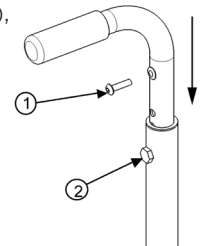

Abb. 13
- Entfernen Sie die Schraube (1) (Abb.13), die das Rückenpolster hält.
- Ziehen Sie das Rückenpolster nach unten bis Sie Schraube (2) sehen, die den Schiebegriff hält.
- Entfernen Sie Schraube (2) und dann den Schiebegriff.
- Legen Sie Schraube (2) erneut ein und ziehen Sie diese fest an.
- Installieren Sie das Rückenpolster und befestigen Sie es fest mit Schraube (1) an jedem Rohr.